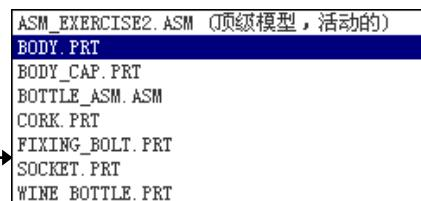
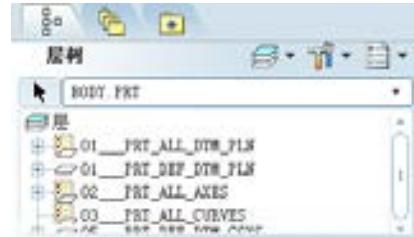

图 7.7.2 装配元件列表
图 7.7.3 零件层树
Step3. 选取对象。从装配模型下拉列表中选取零件 BODY.PRT，如图 7.7.2 所示。此时 body 零件所有的层显示在层树中，如图 7.7.3 所示。